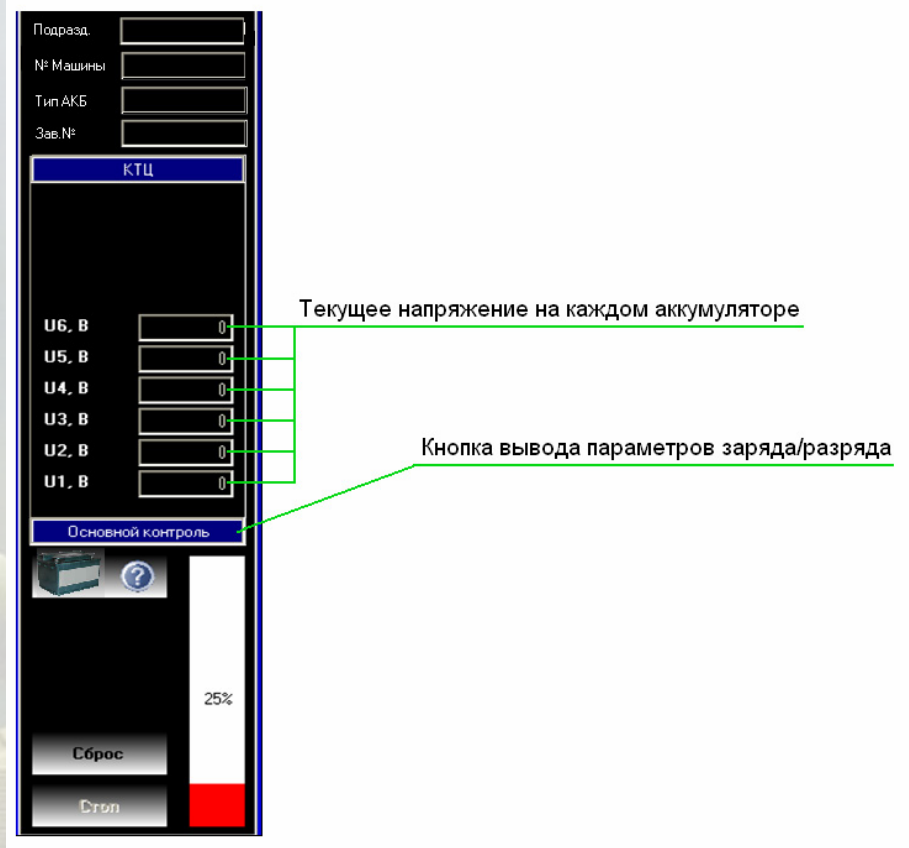
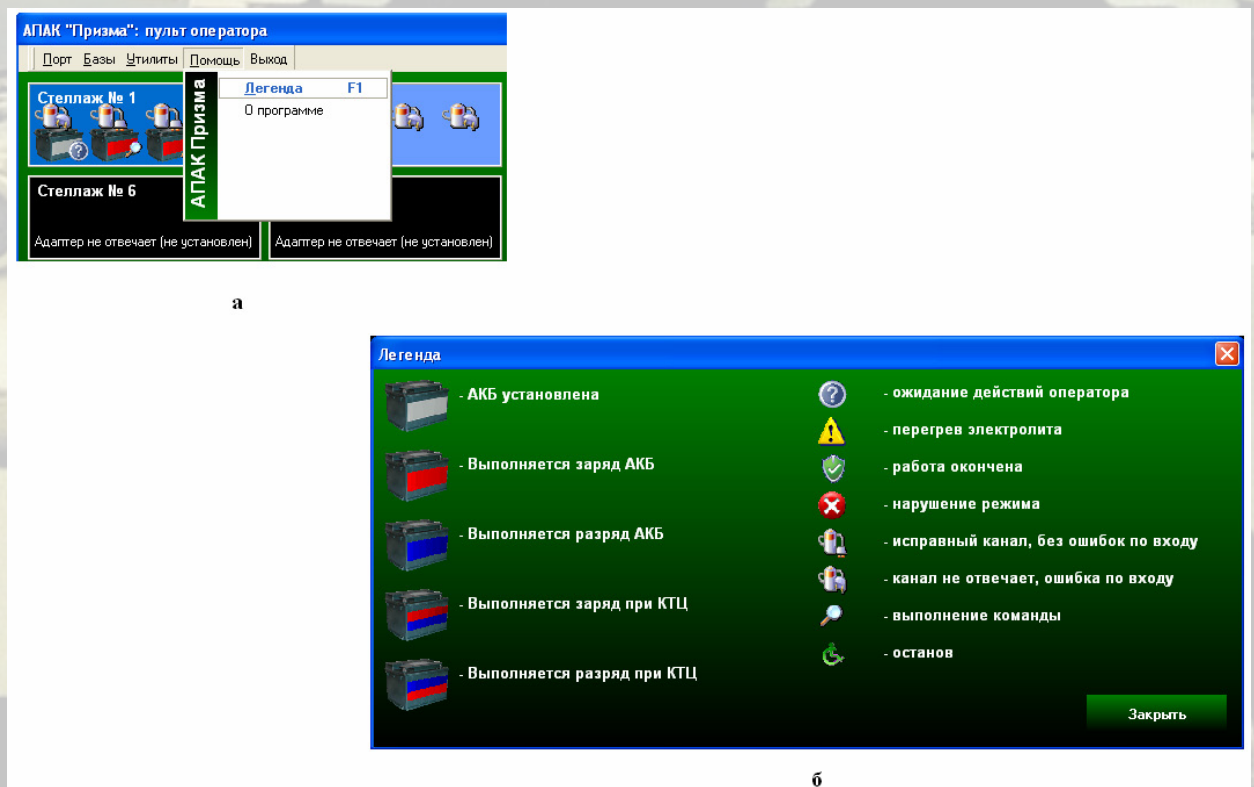

Рис. 7
Рис. 11
**Состояние секции** – специальная группа значков, отображающая состояние секции. Более подробное описание данных значков приведено в легенде программы (см. рис.11);
**Наличие подключенной батареи** – значок, указывающий на то, что батарея подключена к секции. Данный значок может изменять цвет, в зависимости от выбранного режима заряда/разряда. Пояснение к расцветке этого значка приведено в легенде программы (см. рис.11). Мерцающий значок наличия подключенной батареи указывает на то, что данная секция выбрана оператором и дальнейшая работа будет производиться с ней.
**Кнопка окна задания данных и параметров заряда/разряда аккумуляторной батареи** – кнопка вызова окна задания данных и параметров заряда/разряда аккумуляторной батареи (см. рис.7). Для удобства пользования программой на данной кнопке присутствуют значки, указывающие режим заряда/разряда и состояние секции. Комментарии к этим значкам приведены в легенде программы (см. рис.11);
**Значок выбранного режима заряда/разряда** – данный значок изменяет свой цвет, в зависимости от того, какой режим заряда/разряда выбран. Пояснения каждого цвета значка приведены в легенде программы (см. рис.11);
легенды необходимо навести указатель мыши на надпись **Помощь** и нажать один раз левую клавишу мыши, после чего появится список меню (см. рис. 11а). Выбрать из этого списка строку **Легенда** и нажать один раз левую клавишу мыши. После этого появляется легенда (см. рис. 11б) Для закрытия легенды необходимо подвести указатель мыши к кнопке **Заккрыть** и нажать один раз левую клавишу мыши.